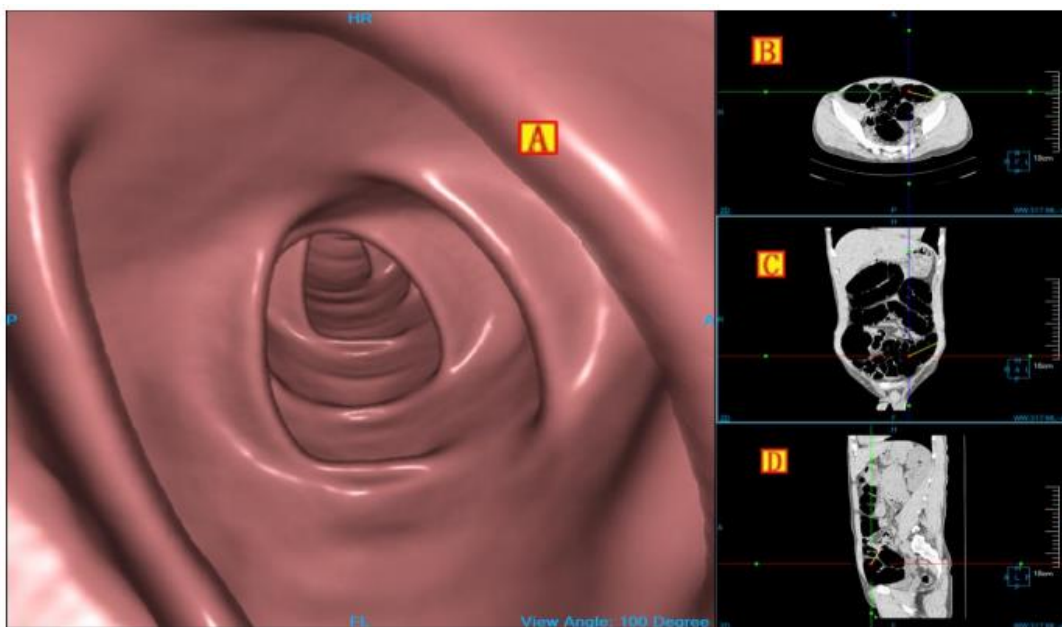

Рисунок 5.32 – Режим «Тело»
Режим «Тело» - режим по умолчанию. Область просмотра (рис.5.32) состоит из изображения вида VE (A) и MPR-представлений в аксиальной (B), коронарной (C) и сагиттальной плоскости (D):